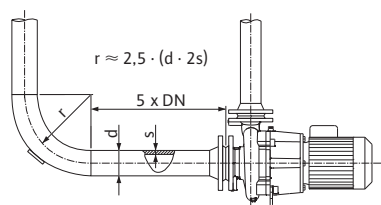

Fig. 3: Odcinek wyrównania przed i za pompą
- Przed i za pompą należy zapewnić odcinek stabilizacji strugi w postaci prostej rury. Długość odcinka stabilizacji strugi musi wynosić co najmniej $5 \times DN$ kołnierza pompy (Patrz Fig. 3). Ma to zapobiec przepływowi kawitacyjnemu.